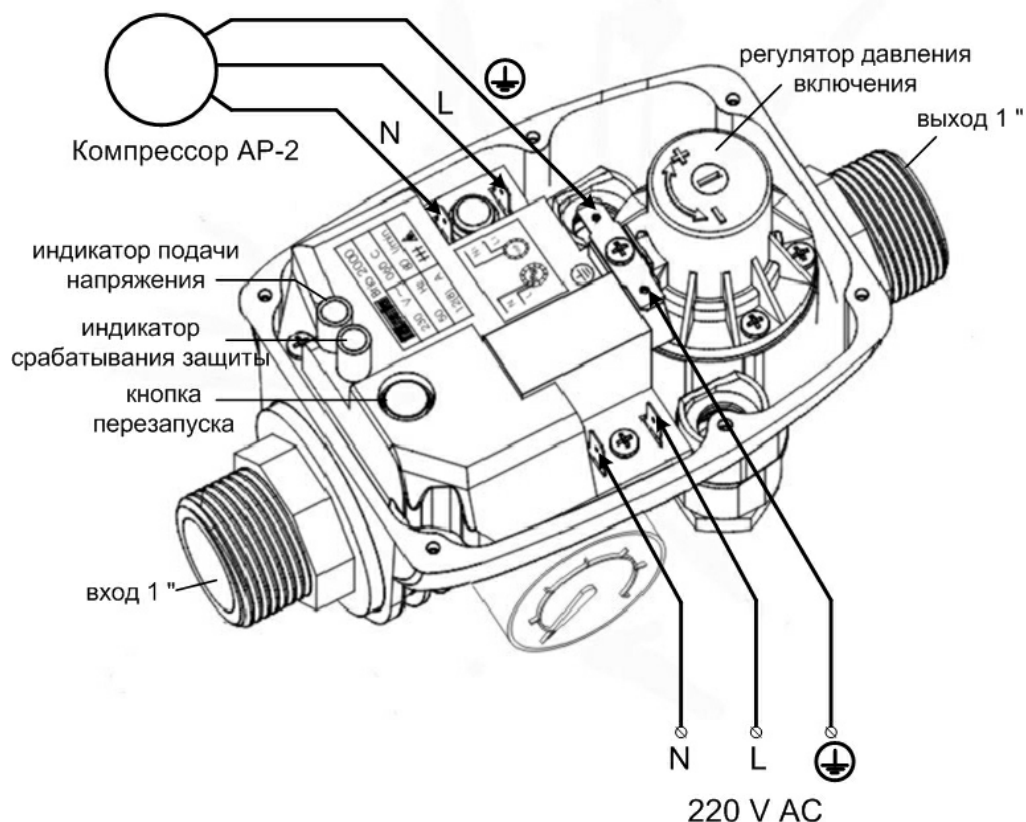

Рис. 4
- 5). Подключите реле потока к сети ~220В, а компрессор к реле потока, как показано на рис. 4.